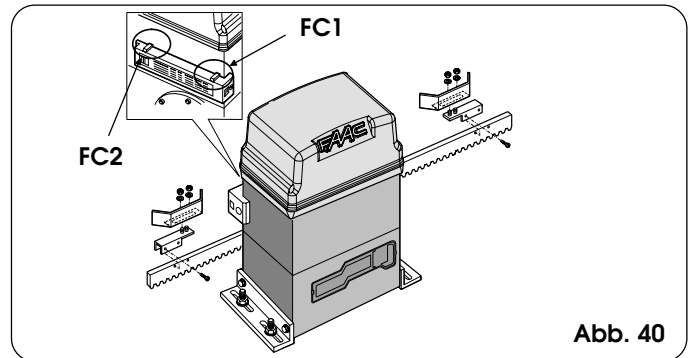

Abb. 40
- Den Endschalter montieren. Dabei ist das Feinblech mit Bezug auf die Gewindebolzen der Halterung zu zentrieren. (Abb. 40)